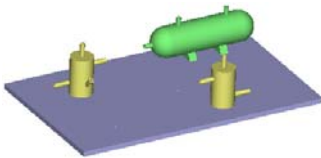

图 11.9.2 装配体
Step1. 打开文件 D:\sw15 work\ch11.09\ piping_model.SLDASM, 如图 11.9.2 所示。